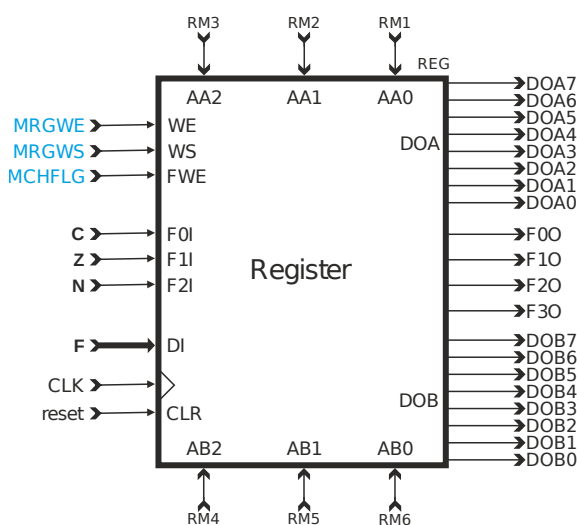

Abbildung 2.2: Schematische Darstellung des Registerblocks.
Der Register-Block (Abb. 2.2) kann 8-Bit-breite Daten, wie (Zwischen-) Ergebnisse und Adressen speichern. Er besitzt einen 8-Bit-breiten Daten-Eingang (Data In: DI) und die zwei 8-Bit-breiten Daten-Ausgänge Data Out A (DOA) und Data Out B (DOB). Mit Hilfe der zwei 3-Bit-breiten Adresseingänge Address A (AA0, AA1, AA2) und Address B (AB0, AB1, AB2) kann ausgewählt werden, welche Register an die Ausgänge DOA und DOB angelegt werden sollen. Sollen Daten in eines der Register geschrieben werden, so muss mit Write Select (WS) ausgewählt werden, welche der beiden Adressen (AA oder AB) für die Auswahl des zu beschreibenden Registers verwendet werden soll. Wird der Eingang Write Enable (WE) aktiviert, so werden die am 8-Bit-breiten Eingang DI anliegenden Daten bei der nächsten aktiven Taktflanke in das ausgewählte Register geschrieben.